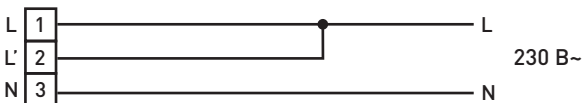

Рис. 3
- присоединить подготовленные концы кабеля к зажимам клеммной колодки, согласно маркировке (рисунок 3)
6.8.3 Монтаж светильника на рабочую поверхность производить при помощи монтажных скоб и крепежа, входящего в комплект поставки (рисунок 3):